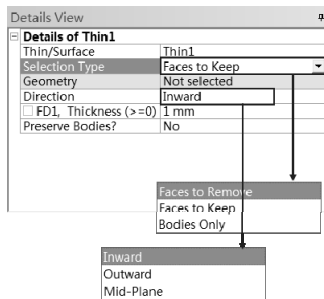

图 2-11 抽壳设置面板
(6) Thin/Surface (抽壳): 选择此命令后, 弹出如图 2-11 所示的抽壳设置面板。